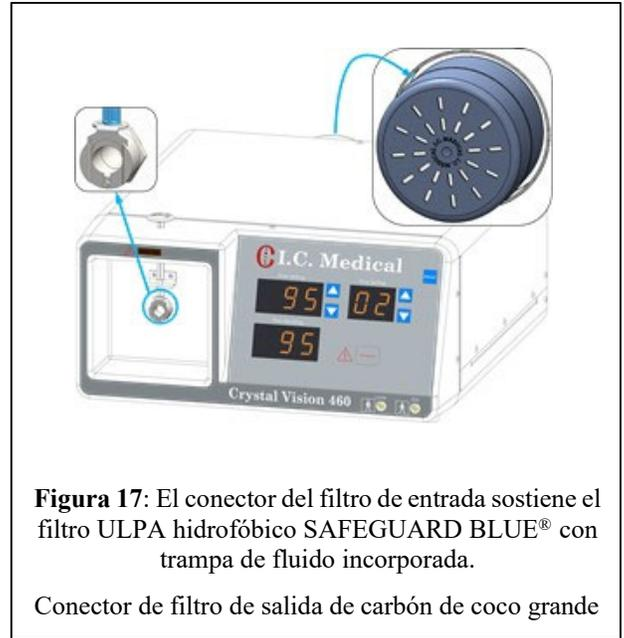

Figura 17: El conector del filtro de entrada sostiene el filtro ULPA hidrofóbico **SAFEGUARD BLUE®** con trampa de fluido incorporada.
10. **EL CONECTOR DEL FILTRO DE ENTRADA** (Figura 17) sostiene el filtro ULPA hidrofóbico **SAFEGUARD BLUE®** con trampa de líquido incorporada. El anillo de metal se empuja hacia abajo para permitir que se libere el filtro ULPA hidrofóbico **SAFEGUARD BLUE®** con trampa de líquido incorporada. Vuelva a colocar la tapa en el extremo del filtro ULPA hidrofóbico **SAFEGUARD BLUE®** con trampa de líquido incorporada entre usos. Cambie el filtro ULPA hidrofóbico **SAFEGUARD BLUE®** con trampa de líquido incorporada cuando se ilumine el indicador CAMBIAR FILTRO.
11. **CONECTOR DE FILTRO DE SALIDA DE CARBÓN DE COCO GRANDE (no se muestra el conector)** (Figura 17). El CONECTOR DEL FILTRO DE SALIDA DE CARBÓN DE COCO GRANDE está ubicado en el panel trasero del CRYSTAL VISION® y sostiene el Filtro de Salida de Carbón de Coco Grande. El filtro de salida de carbón de coco grande es reutilizable para varios casos. El filtro de salida de carbón de coco grande tiene una vida útil de tres meses. El filtro de salida de carbón de coco grande proporciona control de olores y reduce el ruido de la bomba de vacío.